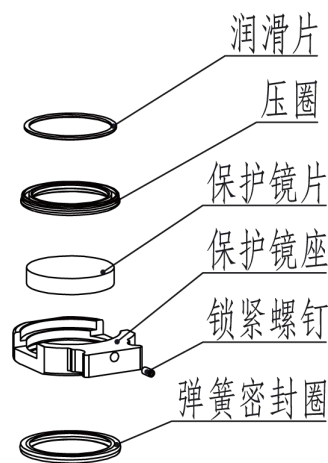

图 6.2 — 保护镜结构
- ▣ 如图 6.2，拧开锁紧螺钉，打开保护镜盖子，捏住抽屉式镜座两边拉出保护镜座；